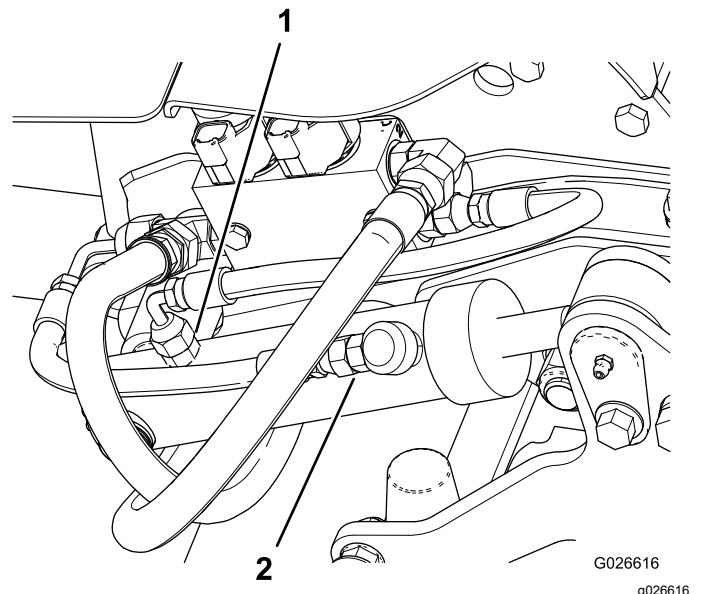

Figura 11
2. Retire la manguera del orificio trasero del cilindro de elevación de la carcasa (Figura 11).
7. Retire la manguera del orificio delantero del cilindro de elevación de la carcasa (Figura 11).